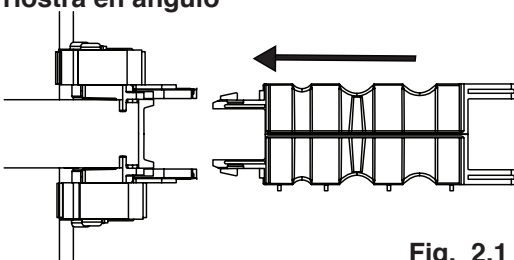

Fig. 2.1
Cada soporte angular tiene un receptor ranurado (extremo hembra) para insertar las puntas del brazo extensor (extremo macho) (Fig. 2.1). Una vez instalados, los brazos extensores le darán una plataforma para instalar sus barras de marco GenTent.
b. Empuje el brazo extensor directamente hacia el soporte angular hasta que los pasadores de pivote encajen en su lugar (Fig. 2.1)